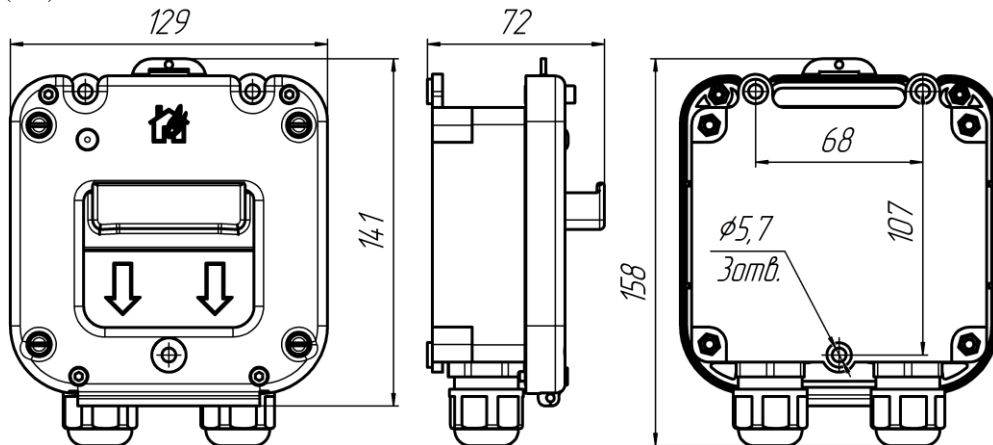
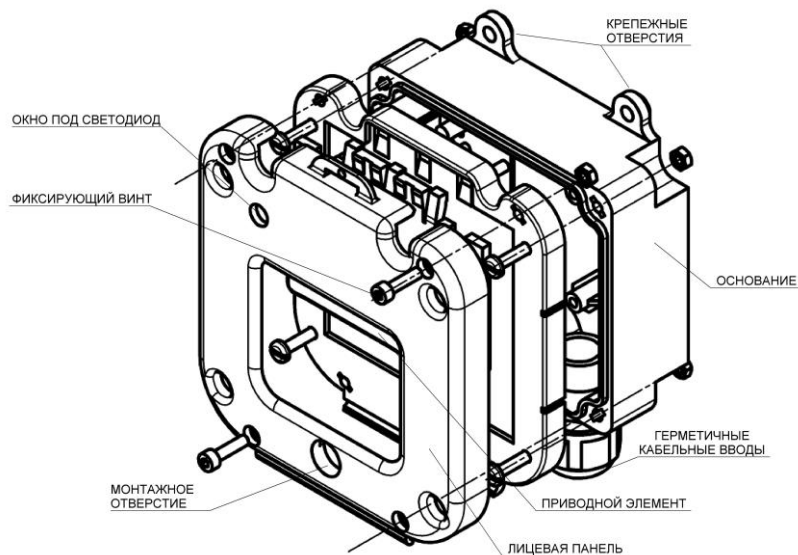

Рис.3. Габаритные размеры извещателя
Рис. 1 Элементы конструкции извещателя
2.4. Конструктивно извещатель состоит из пластикового корпуса, все части которого выполнены из антистатического пластика с поверхностным сопротивлением не более 10^9 Ом/см² при температуре (23±2)°С и относительной влажности (50±5)% в соответствии с ГОСТ 31610.0-2014 (IEC 60079-0:2011), основание которого с электронным блоком закрепляется на стене помещения. Затем лицевая панель с приводным элементом шурупами крепится к основанию. Корпус извещателя по требованию заказчика может быть оборудован герметичными пластиковыми кабельными вводами для подведения проводников диаметром от 6 до 14мм или от 13 до 18мм, герметичными вводами МКВ (см. таблицу) из нержавеющей стали марки 12Х18Н10Т, предназначенными для различных вариантов прокладки кабеля количеством 2 шт. Элементы конструкции извещателя показаны на рис.1. Габаритные размеры извещателя показаны на рис.3.